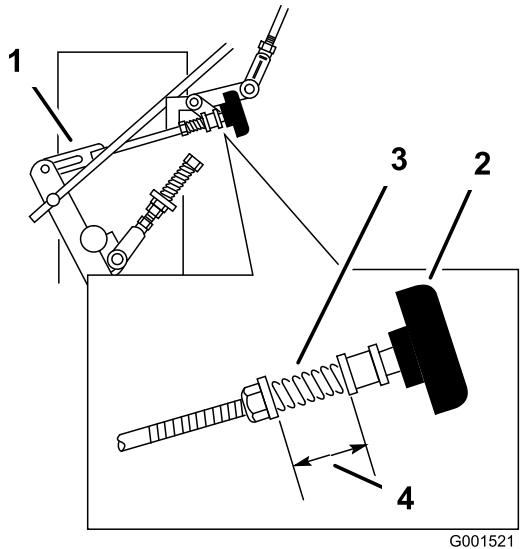

Figura 41
3. Ajuste el acoplamiento del lado derecho girando el mando de ajuste de la dirección en el sentido contrario a las agujas del reloj, hasta que la rueda empiece a girar hacia adelante (Figura 41).
- Gire el mando en el sentido de las agujas del reloj, 1/4 de vuelta la vez. Luego mueva la palanca de control de la velocidad hacia adelante y hacia atrás a punto muerto. Repita esto hasta que la rueda derecha deje de girar hacia adelante (Figura 41).
- El muelle que mantiene tensado el mando no suele necesitar ajustes. No obstante, si es necesario ajustarlo, ajuste el muelle hasta que la distancia entre las arandelas sea de 26 mm (1 pulgada) (Figura 41).
- Ajuste la longitud del muelle girando la tuerca de ajuste del muelle (Figura 41).